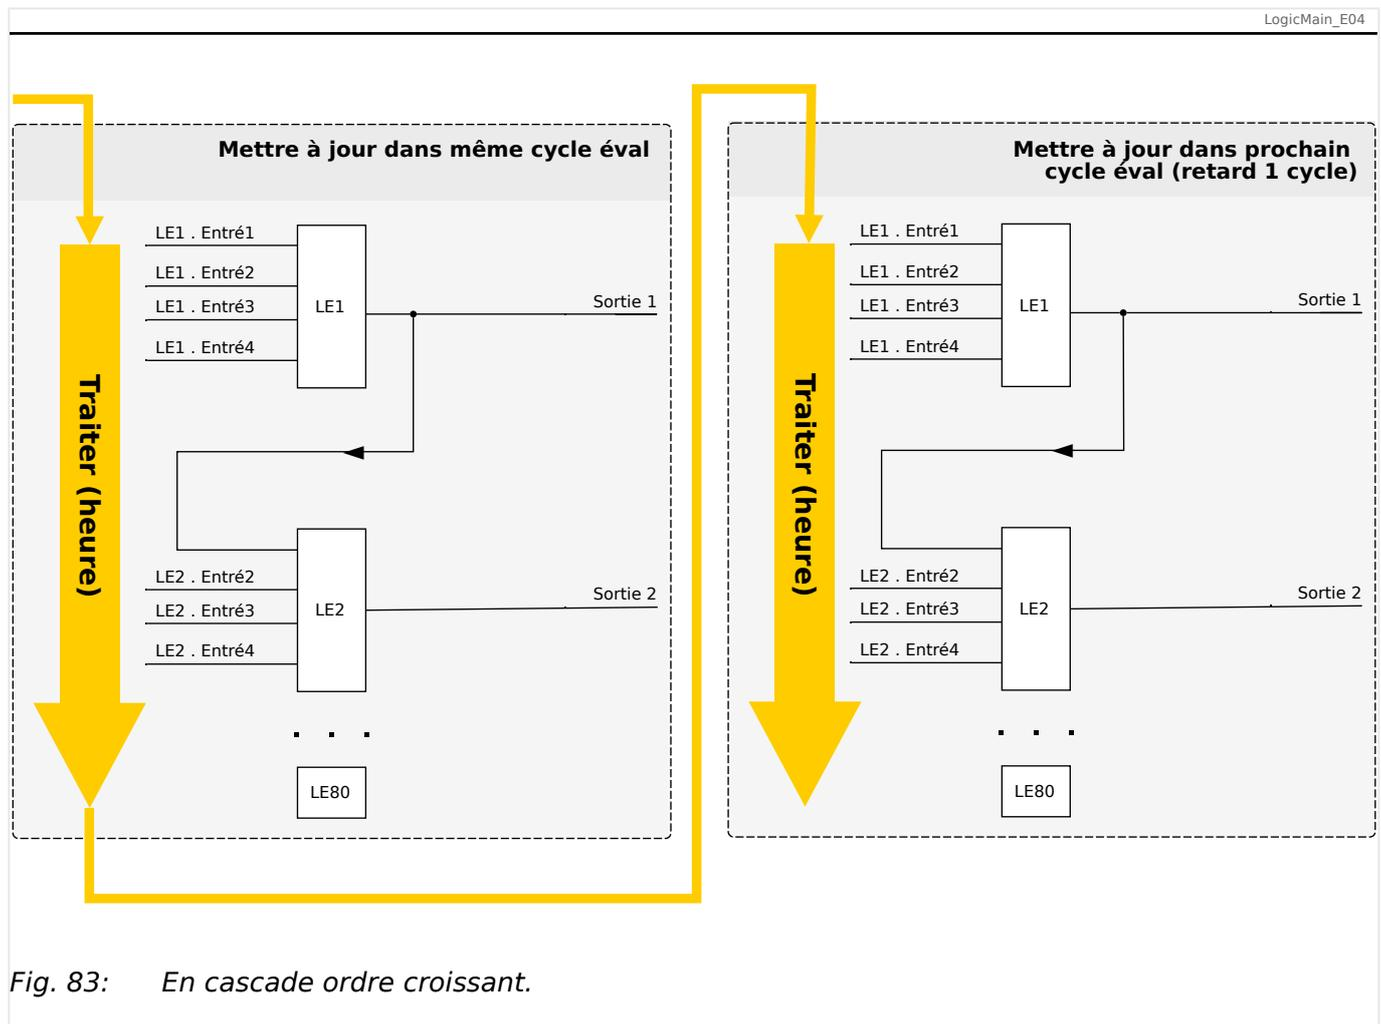
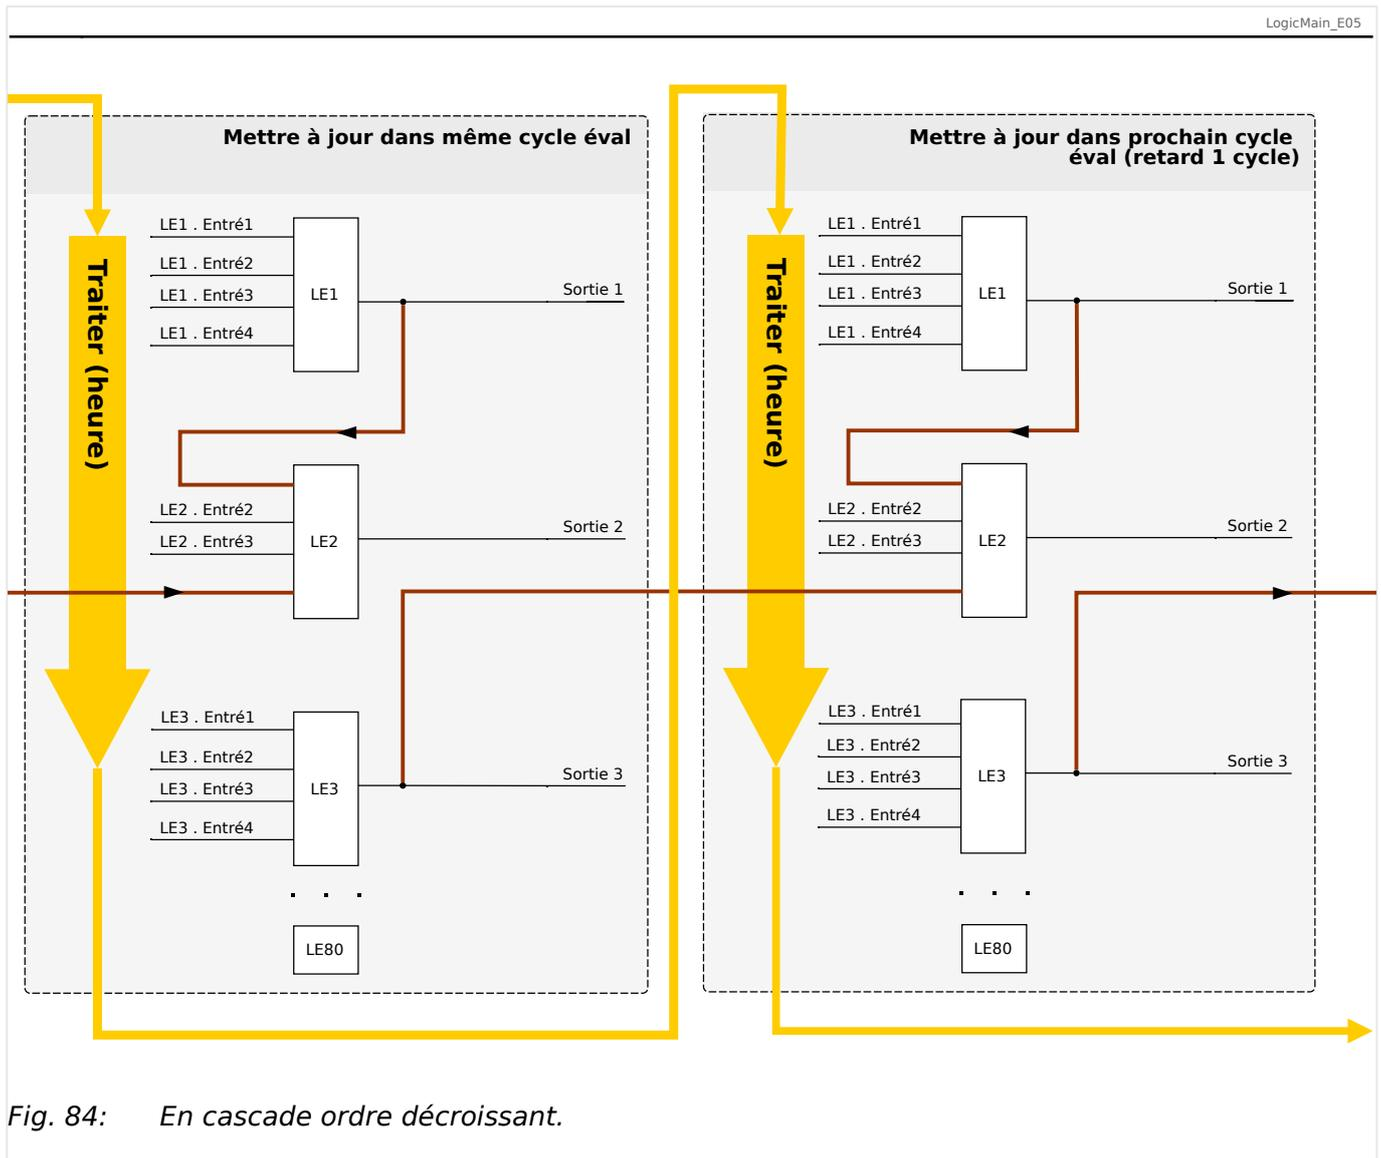

Fig. 83: En cascade ordre croissant.
Fig. 84: En cascade ordre décroissant.
- Dans une séquence **ascendante**, certaines sorties sont injectées en entrée dans une équation logique portant un numéro **plus élevé**. Par exemple, le schéma  Fig. 83 ci-dessous indique que le résultat de l'équation logique LE1 est utilisé en tant qu'entrée de l'équation logique LE2.
- Dans une séquence **descendante**, certaines sorties sont injectées en entrée dans une équation logique portant un numéro **plus bas**. Par exemple, le schéma  Fig. 84 indique que le résultat de l'équation logique LE3 est utilisé en tant qu'entrée de l'équation logique LE2.
Les séquences ascendantes et descendantes peuvent être utilisées et combinées les unes avec les autres, sans différence immédiate. Toutefois, en raison de l'évaluation de toutes les équations par ordre ascendant, les valeurs de temps de fonctionnement réelles qui sont injectées en entrée d'une équation auront un « âge » différent, comme on peut le voir dans  Fig. 83 et  Fig. 84 ci-dessous.
Dans l'exemple présenté dans  Fig. 84 ci-dessus, l'équation logique « 2 » utilise les états de sortie de deux autres équations, les équations logiques « 1 » et « 3 ». Le résultat de l'équation logique « 1 » est utilisé dans l'ordre ascendant. Il a par conséquent été évalué au cours du même cycle de traitement. Le résultat de l'équation logique « 3 » est utilisé dans l'ordre descendant. Il a par conséquent été évalué au cours du cycle de traitement précédent.